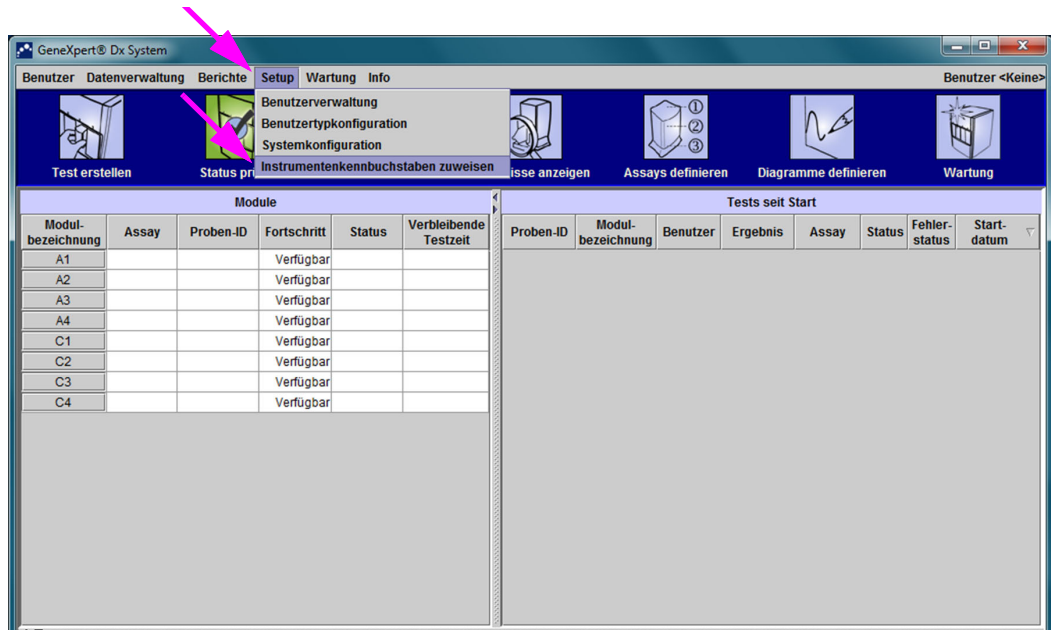
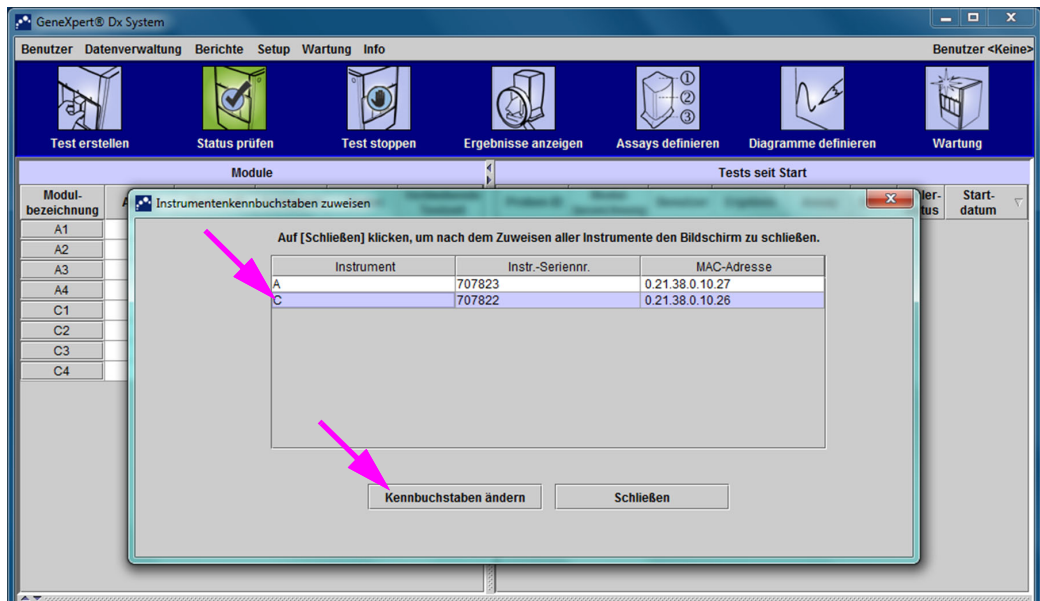

Abbildung 2-66. GeneXpert Dx System-Fenster mit Anzeige des Dropdown-Menüs „Setup“
Abbildung 2-67. GeneXpert Dx System-Fenster mit überlagertem Dialogfeld „Instrumentenkennbuchstaben zuweisen“
- Um sicherzustellen, dass die zugewiesenen Kennbuchstaben mit dem GeneXpert GX-XVI-Instrument übereinstimmen, klicken Sie auf **Setup** in der Menüleiste im GeneXpert Dx System-Fenster (vgl. Abbildung 2-66) und wählen Sie anschließend **Instrumentenkennbuchstaben zuweisen** aus dem Dropdown-Menü. Das Dialogfeld „Instrumentenkennbuchstaben zuweisen“ wird angezeigt (vgl. Abbildung 2-67). Gleichzeitig blinken die grünen LED-Anzeigen der vier Module, die zu dem ausgewählten Quadranten gehören.
- Um den Kennbuchstaben zu ändern, wählen Sie das Instrument, das geändert werden soll, durch Anklicken aus und klicken Sie anschließend auf **Kennbuchstaben ändern** im Dialogfeld „Instrumentenkennbuchstaben zuweisen“ (vgl. Abbildung 2-67).
6. Klicken Sie auf **Schließen**, um das Dialogfeld „Instrumentenkennbuchstaben zuweisen“ zu schließen (vgl. Abbildung 2-67).